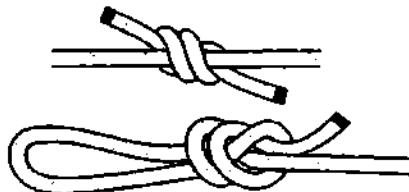

Рис. 782. Рыбацкий узел и рыбакская петля.
**Рыбацкий узел** очень древний узел (рис. 782). Он известен всем народам с первобытных времён. **Рыбацкий узел** прошёл сквозь тысячелетия и достался нам в наследство, несомненно, от первобытных рыбаков и охотников. Это один из самых простых и не сложных по своей конструкции узлов для связывания двух концов, ведь он вяжется из двух элементарных *простых узлов* – что может быть проще?